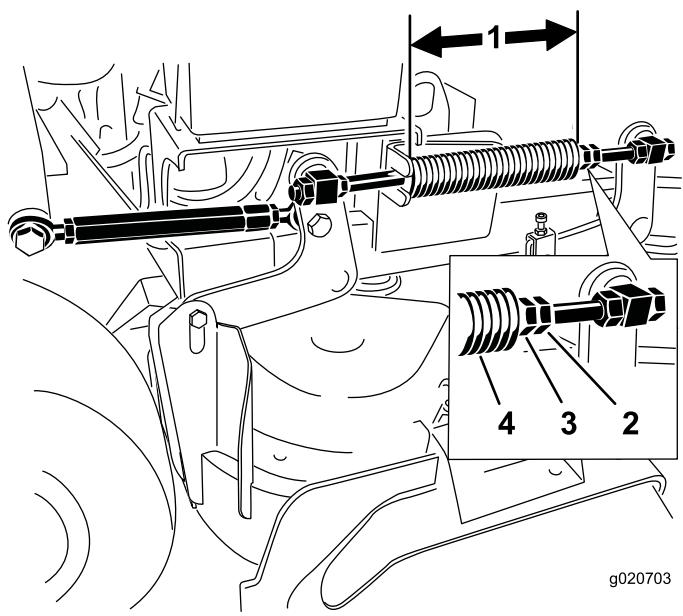

Figure 84
Remarque: La longueur nominale des tabliers de coupe de 91 cm (36 po) est de 28 cm (11½ po) (Figure 84).
3. Réglez cette distance en desserrant l'écrou de blocage du ressort et en tournant l'écrou devant chaque ressort (Figure 84).
4. Bloquez l'écrou en position en serrant l'écrou de blocage du ressort (Figure 84).